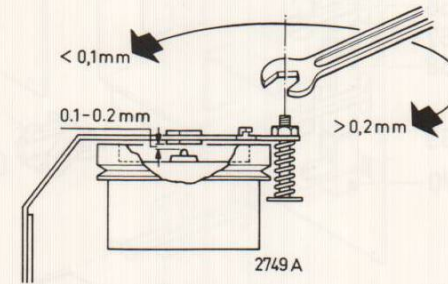

Fig. 3
4. Einstellen des Schwungradbügels 503, Abb. 3
4. Regolazione della staffa del volano 503, fig. 3.